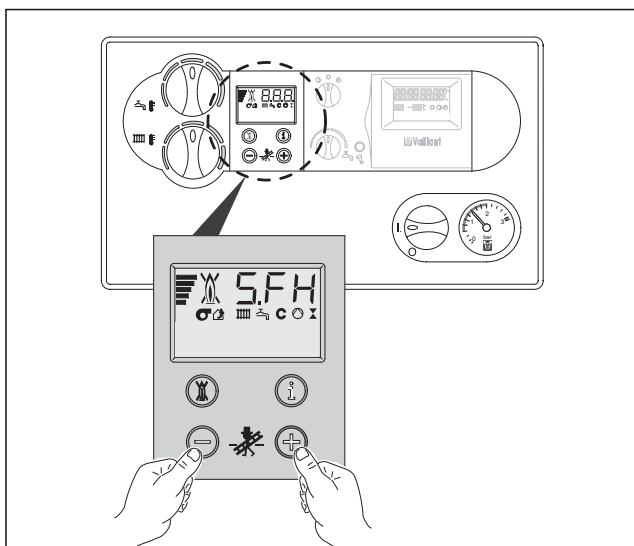

Fig. 3.15 Măsurări în modul „coșar” (la sistemul DIA)
- Activați modul coșar, apăsând simultan tastele „+” și „-” ale sistemului DIA (fig. 3.15)